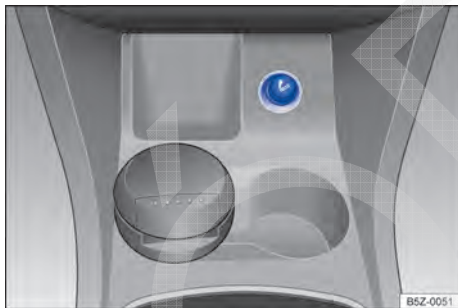

Fig. 88 No console central dianteiro: acendedor de cigarro.
- Com a ignição ligada, pressionar o acendedor de cigarro → Fig. 88.